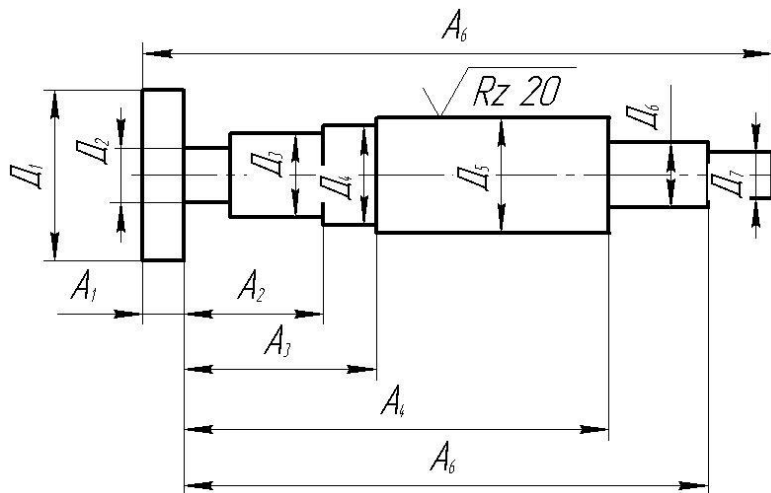

Рисунок 22 - Эскиз детали
1. Нарисовать эскиз детали в масштабе 1:10 (рисунок 22) согласно указанному преподавателем номеру варианта (таблица 13).